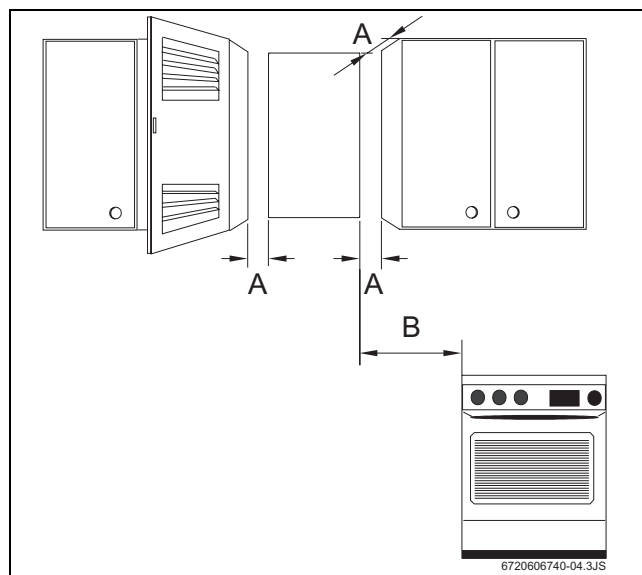

Fig. 14 Distanze minime
- ▶ Assicurare la buona accessibilità nell'apparecchio per le operazioni di manutenzione, rispettando le distanze minime indicate nella →Fig. 14.